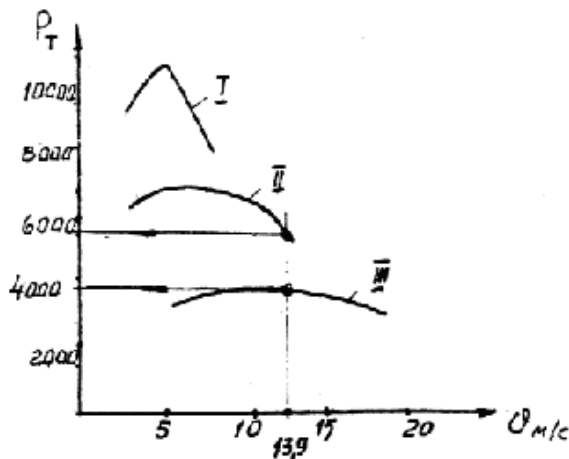

Рисунок 3.4. Тяговая характеристика автомобиля
3.9. Определите, на какой передаче автомобиль может двигаться с разгоном, а также значение ускорения, если он движется со скоростью 50 км/ч по асфальтобетонной дороге ($f = 0,012$), имеющей подъем $1,5^\circ$. Напишите уравнение тягового баланса для данных условий движения при этом воспользуйтесь тяговой характеристикой (рисунок 3.4.), если известно: габаритная высота автомобиля $H = 2,2 \text{ м}$; ширина колеи передних колес $B = 1,6 \text{ м}$; коэффициент сопротивления воздуха $k_w = 0,687 \text{ Н} \cdot \text{с}^2/\text{м}^4$; полный вес автомобиля $G_a = 72520 \text{ Н}$.
Дано: $i_{k1} = 6,48$; $i_{k2} = 3,09$; $i_{k3} = 1,0$; $f = 0,012$; $\alpha = 30^\circ$; $V = 50 \text{ км/ч}$; $B = 1,6 \text{ м}$; $k = 0,687 \text{ Н} \cdot \text{с}^2/\text{м}^4$; $G_a = 72520 \text{ Н}$; $H = 2,2 \text{ м}$. (см. рисунок 3.4.)